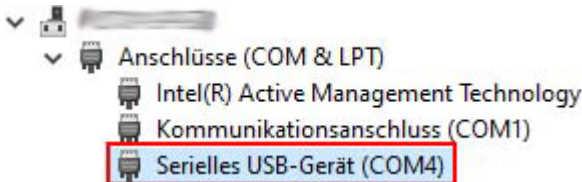

Abb. 7-3: Seriellles USB-Gerät (COM4)
- Das Fenster *Geräte-Manager* wird aktualisiert und zeigt nun das angeschlossene Gateway Modul mit COM-Adresse als *Seriellles USB-Gerät (COM4)* an (→ Abb. 7-3).